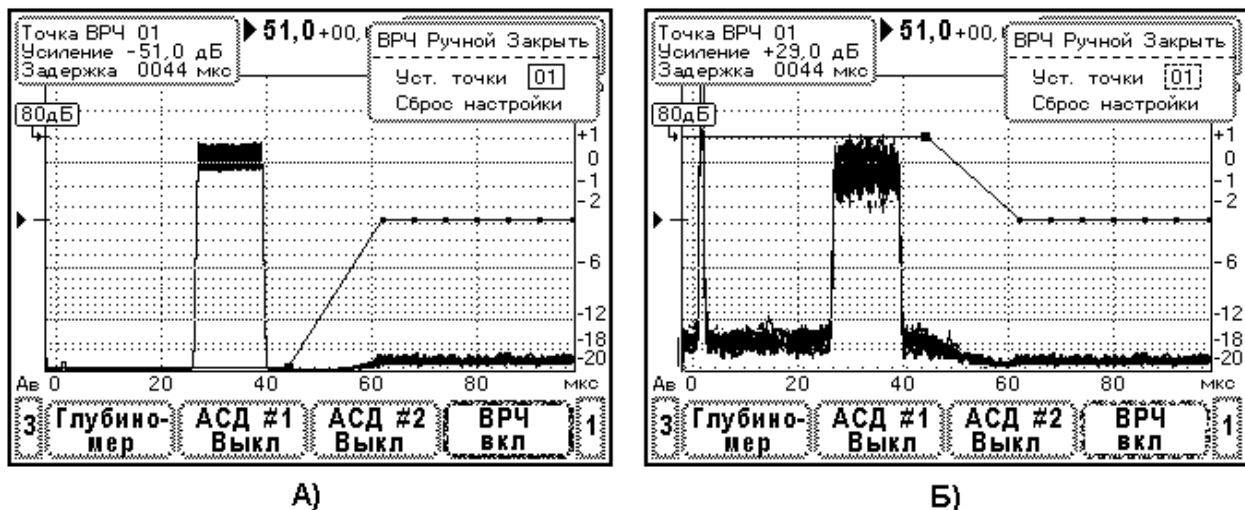

Рис.10.6.8.1. Вид тест-сигнала на экране дефектоскопа при определении динамического диапазона ВРЧ.
- Включите систему ВРЧ дефектоскопа. В меню «Настройка» - «ВРЧ» в верхнем элементе установите «ВКЛ», затем в нижнем элементе меню выберите стиль ВРЧ «Ручной» и перейдите в режим редактирования кривой ВРЧ. Вид меню показан на Рис.10.6.8.1. Далее удалите действующую настройку ВРЧ путем выбора элемента меню «Сброс настройки». В результате коррекция усиления во всех точках ВРЧ устанавливается в ноль. Точки ВРЧ группируются в пределах экрана прибора. Если необходимо, с помощью образцового аттенюатора проведите подстройку амплитуды тест-сигнала на уровень 0дБ по экрану.
- Определение нижней границы динамического диапазона ВРЧ. Выберите точку ВРЧ 01. Установите положение данной точки за тест-сигналом. Уменьшайте до предела усиление в точке ВРЧ 01. Затем, изменяя ослабление образцового аттенюатора, установите амплитуду тест-сигнала на уровень 0дБ по экрану. Вид экрана дефектоскопа после выполнения указанных операций представлен на Рис.10.6.8.1.А. Зафиксируйте ослабление образцового аттенюатора  $K_n$  [дБ].
- Определение верхней границы динамического диапазона ВРЧ. Увеличивайте до предела усиление в точке ВРЧ 01. Затем, изменяя ослабление образцового аттенюатора, установите амплитуду тест-сигнала на уровень 0дБ по экрану (Рис.10.6.8.1.Б). Зафиксируйте ослабление образцового аттенюатора  $K_v$  [дБ].